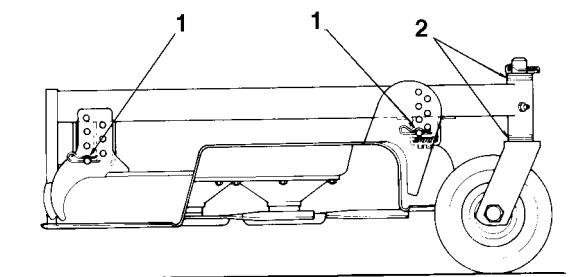

Bild 17
- A. Schnittwerke, die generell auf Schnithöhen von 25 oder 50 mm eingesetzt werden, müssen normalerweise an der niedrigeren Seite angehoben werden. Den Klappstecker entfernen, mit dem das Laufrad an der niedrigeren Seite (Bild 17) abgesichert wird und die Laufradgruppe entfernen.
- C. Wird das Schnittwerk im Schnitthöhenbereich 50–100 mm eingesetzt, die höhere Seite des Schnittwerks absenken. Den Klappstecker des Laufrads an der höheren Seite des Schnittwerks entfernen und die Laufradgruppe entfernen (Bild 17).